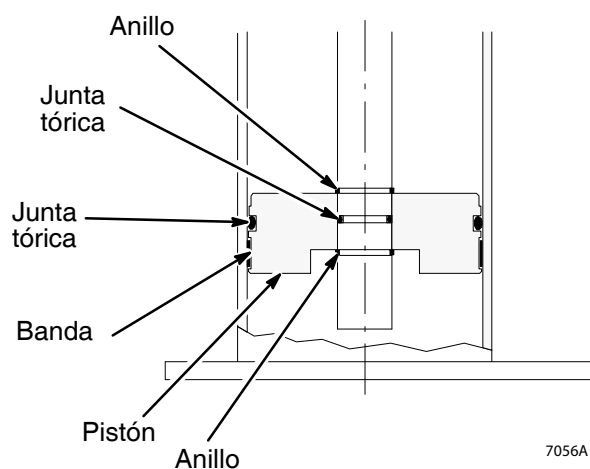

Fig. 22
3. Localice el interruptor defectuoso entre los dos interruptores de límite (305). Vea la Fig. 22.
4. Desconecte el cableado (301) para el interruptor de límite en la fuente de alimentación. Utilice el diagrama de cableado de la Fig. 22 como referencia.
6. Mida la distancia desde la platina de fijación (306) hasta el diámetro exterior del rodillo del interruptor del límite para garantizar que el nuevo rodillo se instale en la misma posición.
7. Retire los tres tornillos de cabeza (302), las arandelas de sujeción (303), las arandelas planas (304) y el interruptor del límite (305) de la ménsula del límite (306). Vea la Fig. 22.
8. Instale el nuevo interruptor del límite (305) de la ménsula del límite (306) con los tres tornillos de cabeza (302), las arandelas de sujeción (303) y las arandelas planas (304). Consulte la Fig. 22.
9. Vuelva a conectar el cableado (301) para el interruptor del límite en la fuente de alimentación. Utilice el diagrama de cableado de la Fig. 22 como referencia.
10. Asegúrese de que el rodillo del interruptor del límite esté colocado en el mismo lugar según las mediciones del paso 6. Vea la Fig. 22.